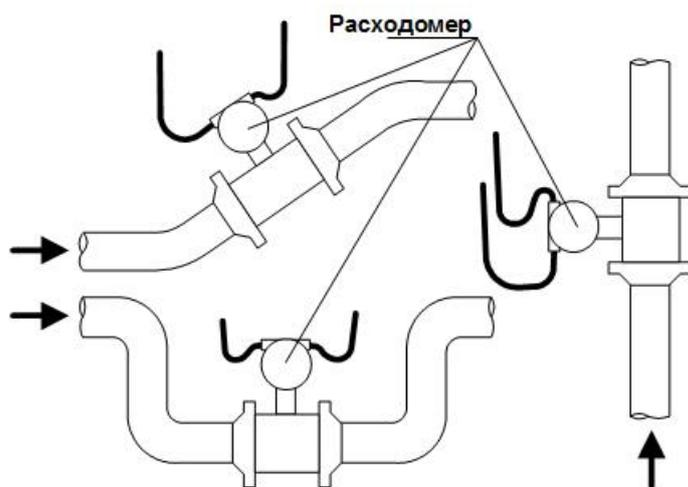

Рис.2. Рекомендуемые места установки расходомера
- расходомер не должен располагаться в самой высокой точке трубопровода, наиболее подходящее место для монтажа (при наличии) – нижний либо восходящий участок трубопровода (см. рис.2);
Для предотвращения попадания влаги внутрь ВП через гермовводы рекомендуется подключать кабели с образованием ниспадающей U-образной петли в вертикальной плоскости (рис.2).